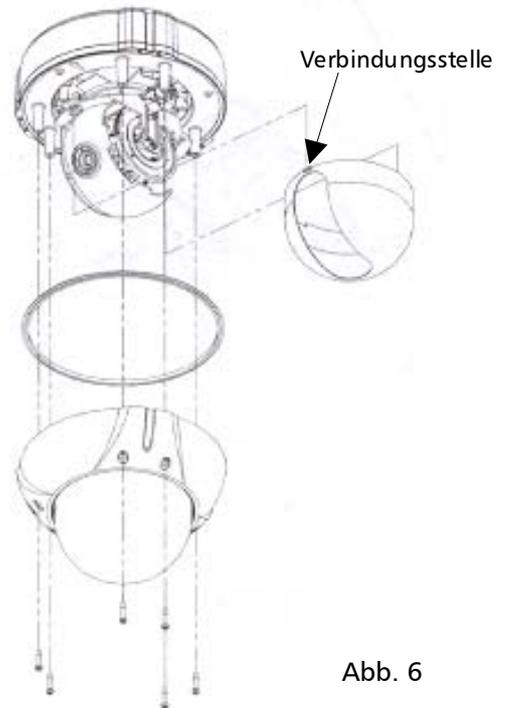

Abb. 6
- Heben Sie nun die Blende vom Kameramodul, während Sie die Blende an den zwei Verbindungsstellen vorsichtig zusammendrücken (siehe Abb. 6).
- Heben Sie nun die Blende von der Kamerabasis, während Sie die Blende an den zwei Verbindungsstellen vorsichtig zusammendrücken (siehe Abb. 6).